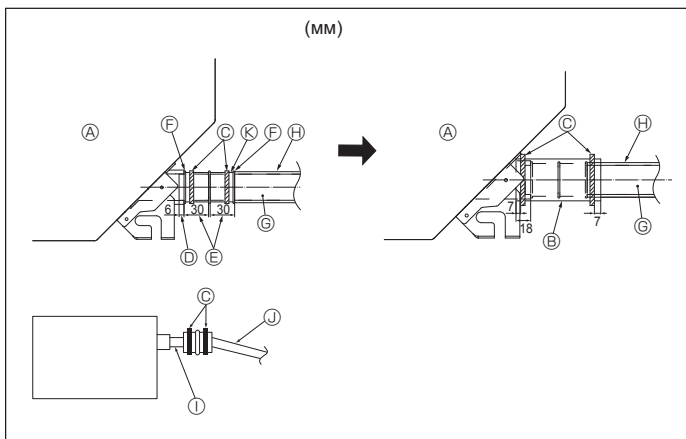

Fig. 5-2
1. Подсоедините соединительную муфту для дренажа (входит в комплект поставки прибора) к дренажному порту. (Fig. 5-2) (Закрепите трубу с помощью клея ПВХ, а затем с помощью ленты.)